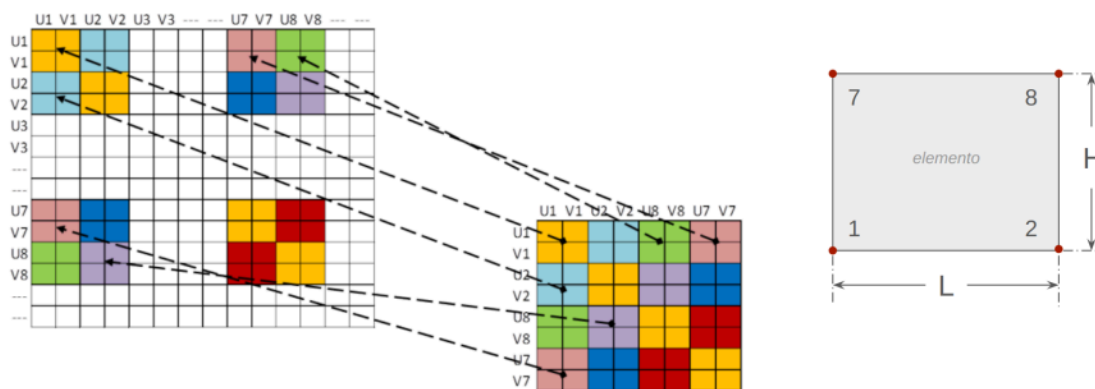

Figura 5. Esquema da montagem da matriz de rigidez global.
- Monte a matriz de rigidez global a partir das conectividades e das matrizes de rigidez dos elementos, conforme esquematizado na Figura 5.